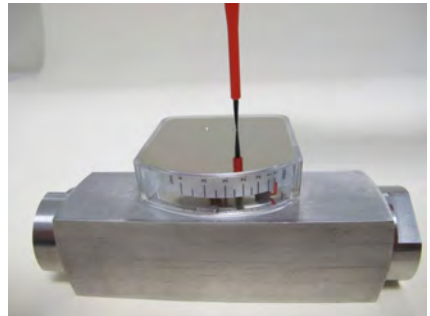

Abb. 66
- 25.** ▶ Befestigungsschrauben der Anzeige-Deckelplatte einschrauben und festziehen (Abb. 66), dabei Schrauben-Anziehdrehmoment ( Kapitel 11.1 „Anziehdrehmomente“ auf Seite 82) beachten